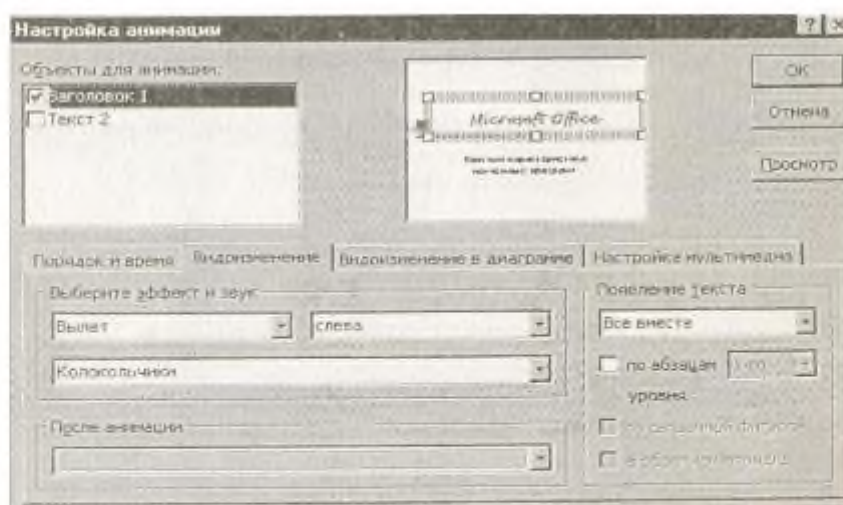

Рис. 28.1. Настройка анимации показ слайдов
1. Установите курсор на первый слайд. Для настройки анимации выделите заголовок и выполните команду *Показ слайдов/Настройка анимации*. Установите параметры настройки анимации в соответствии с рис. 28.1. (выберите эффект – вылет слева). Для вызова окна *Настройка анимации* можно воспользоваться контекстным меню, вызываемым правой кнопкой мыши.